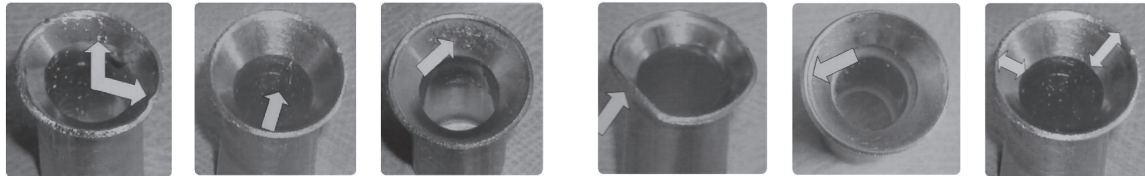

図2 フレア加工の不具合例
⑥フレア部の確認：下表にてA寸法を確認し、図2のような形状となっていないか確認してください。